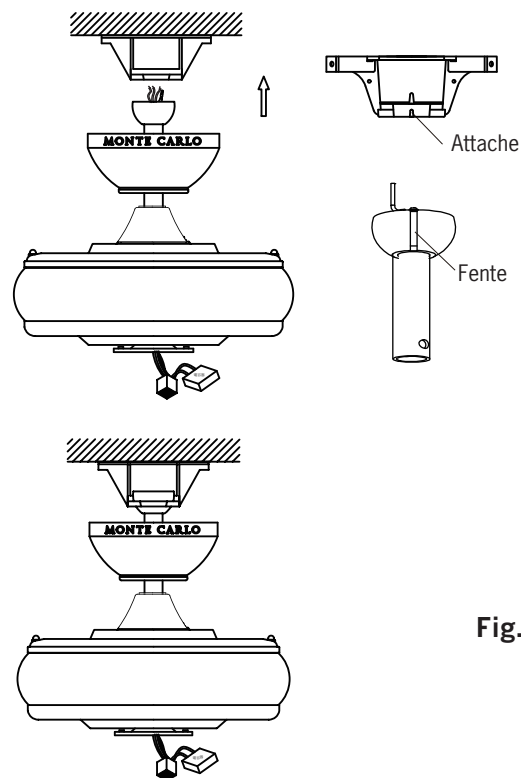

Fig. 4
**Avertissement:** Le défaut d'alignement de l'encoche sur la bille avec onglet peut entraîner des blessures graves. (Fig. 4)